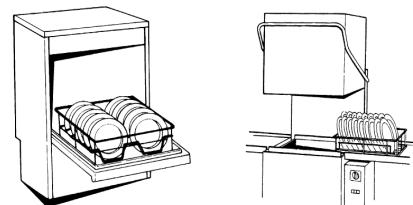

Fig.37
- Inserire il cesto delle stoviglie come nella figura. Per modelli sottotavolo caricare la macchina frontalmente. Per i modelli a Capot caricare la macchina frontalmente o lateralmente dopo aver girato il supporto cesti. (Fig. 37)